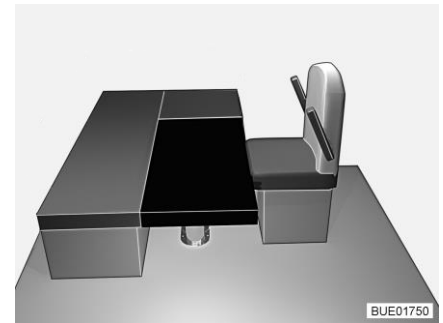

Bild 161 Efter ombyggnaden
- Lägg den rektangulära extra dynan på borden (framför sittbänkens sittdyna, se Bild 161).